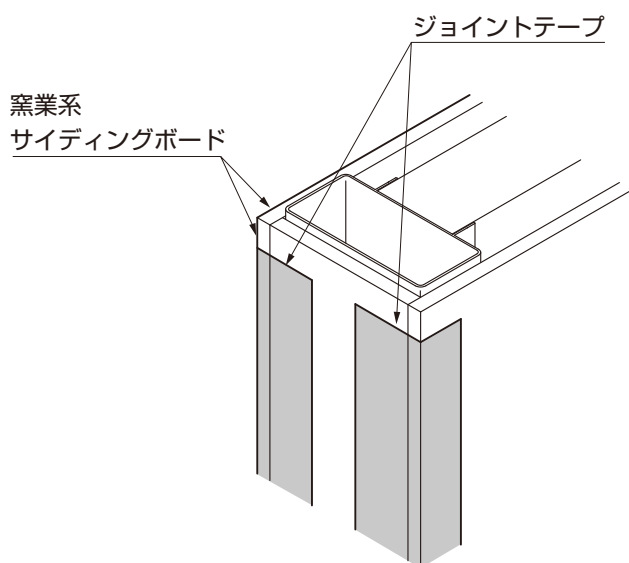
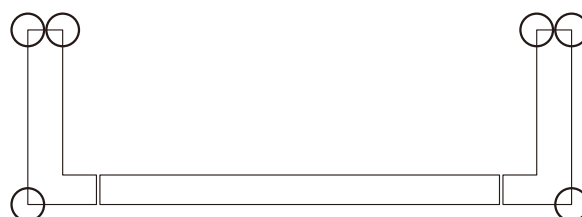

図2-3 出隅部の処理
図2-4 Cタイプ平面図
①シングルシャッターS CタイプおよびワイドシャッターS Cタイプの側壁部出隅は6箇所あります。その部分をジョイントテープで補強してください。(図2-3、図2-4参照)
(3) 前面パネル部ボード接合部へのジョイントテープの貼付け